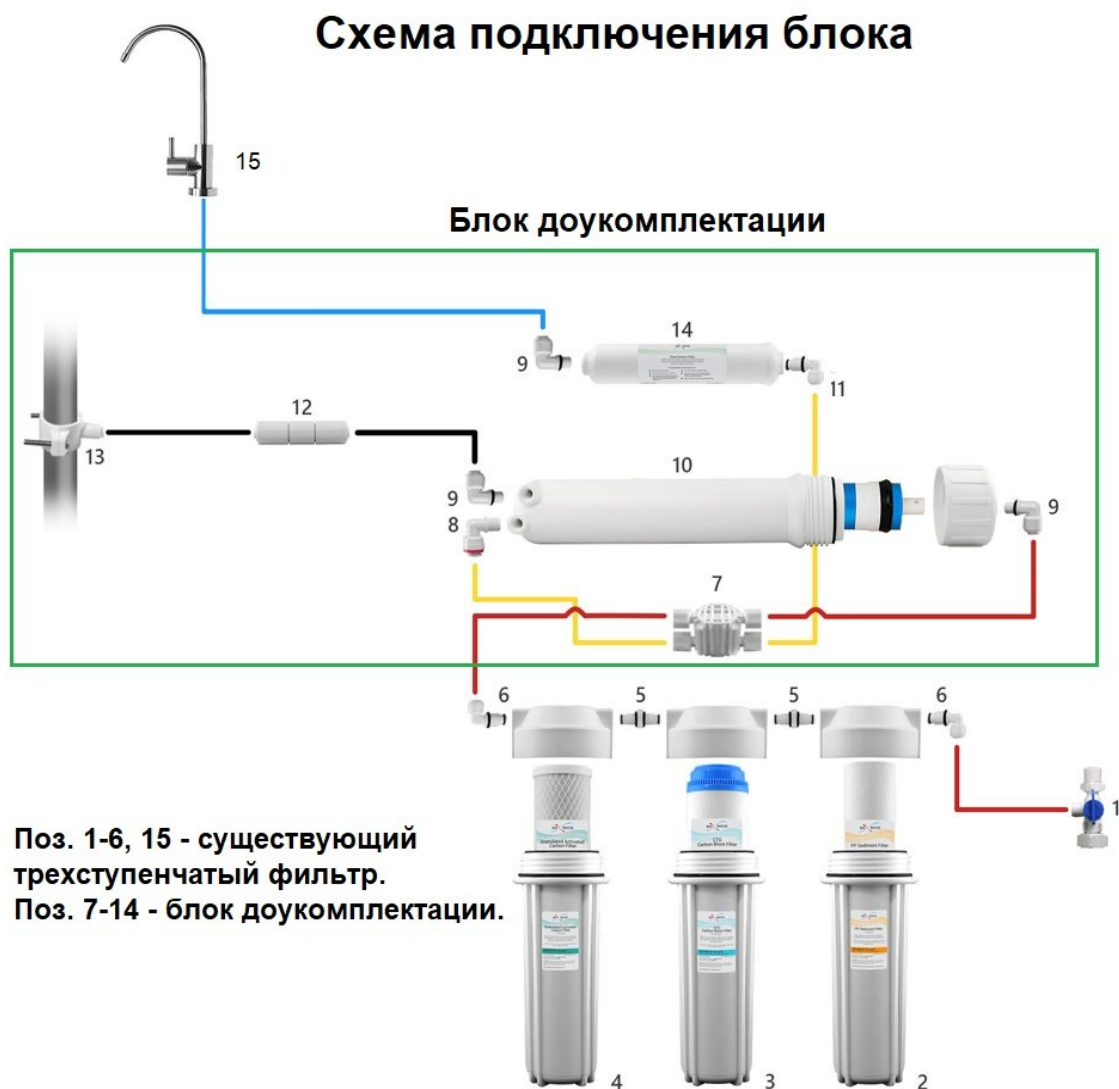

Рис. 1
Система очистки воды «АКЛИРУМ ОСМОС-2» предназначена для дополнения имеющегося у Покупателя трехступенчатого фильтра типа «АКВАБРАЙТ -ТРИА», «БАРЬЕР ПРОФИ», «ПОСЕЙДОН-3» и т. п. На рис.1 изображена схема объединенной системы фильтрации. В таблице 1 также приведена комплектность объединенной системы. При необходимости, к объединенной системе можно подключить накопительный бак (в комплект не входит) схема подключения бака приведена на Рис.2.
3.1. Закройте вводный кран поз. 1 (см. Рис.1).